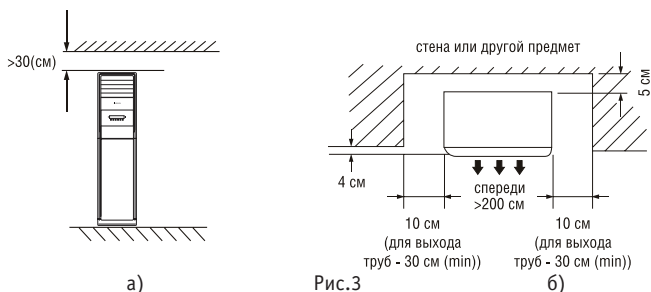

Рис.3
- Вокруг кондиционера должно быть достаточно свободного пространства для монтажа и технического обслуживания (см. рис.3). Размеры кондиционера (ширина x высота x глубина) 600x1900x358 мм, вес 65 кг.